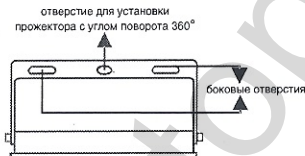

Рис. 2 Кронштейн для крепления светодиодного прожектора
7.1 Прожектор устанавливают на поверхности при помощи кронштейна с тремя отверстиями (рис. 2).
7.2 Возможна установка прожектора с углом 360° используя центральное отверстие на кронштейне (рис. 2).